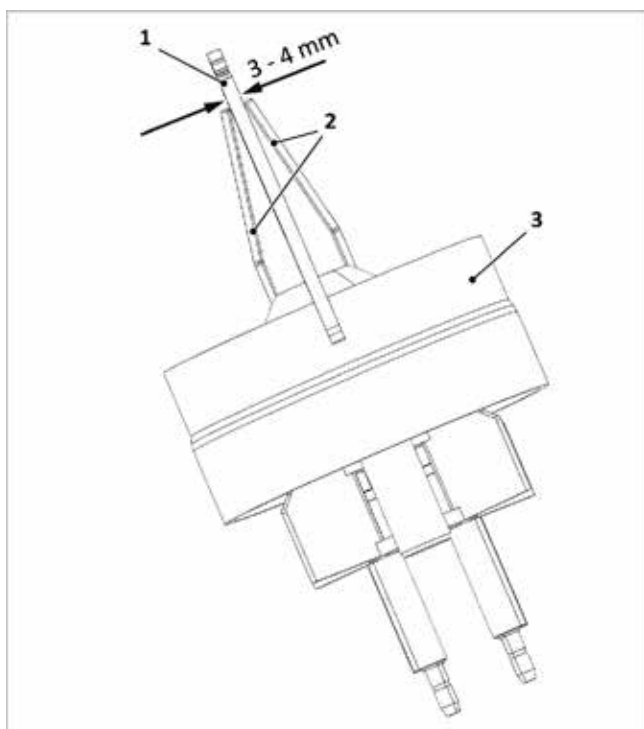

Fig. 121 : contrôle de l'écartement entre les électrodes d'allumage
3. Contrôler l'écart entre les électrodes → conformément à la fig. 121 et le corriger par flexion le cas échéant.